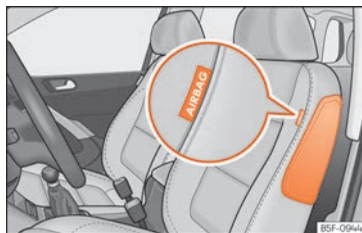
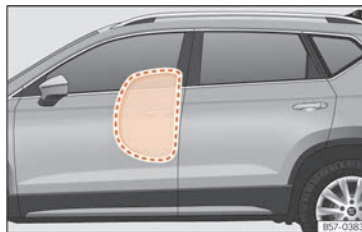

Abb. 31 Seitenairbag im Fahrersitz
Abb. 32 Komplette aufgeblasene Seitenairbags auf der linken Fahrzeugseite.
Die Seitenairbags befinden sich in den Vordersitzlehnen >>> **(Abb. 31)**, >>> **(Abb. 32)**.
- Stellen Sie sicher, dass Kinder richtig in ihren Sitzen sitzen und ihren Kopf nicht in den Entfaltungsbereich der Seitenairbags halten »» (Abb. 32), da sie beim Auslösen der Airbags von diesen getroffen werden und schwere Verletzungen erleiden könnten.